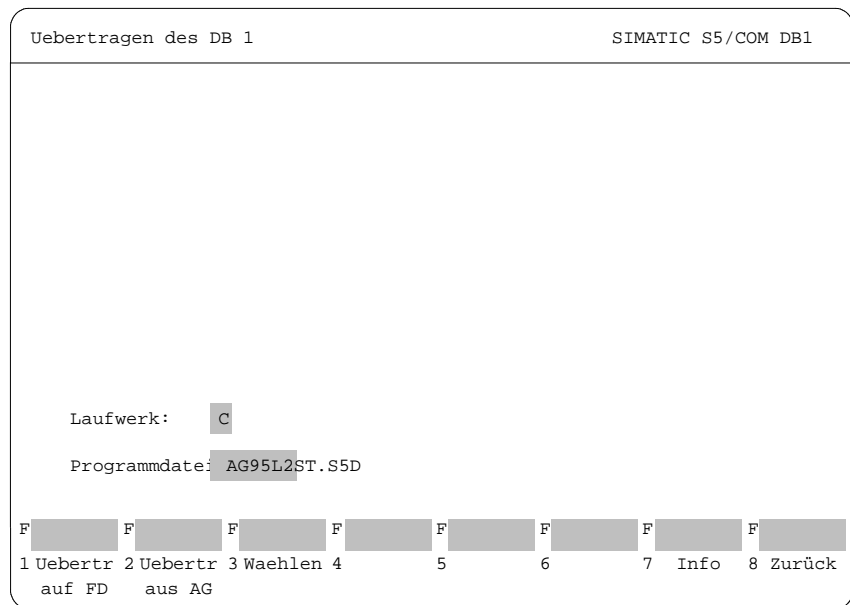

Bild 22-19 COM DB1-Maske *Übertragen des DB1*; "Uebertr auf FD" anwählen
1. Drücken Sie in der Maske *Übersichtstabelle* (→ Bild 22-19) Taste **F3 DB1 Uebertr.** Es erscheint die Maske "Übertragen des DB1".
2. Tragen Sie die STEP 5-Programmdatei und das Laufwerk ein (→ Bild 22-19).